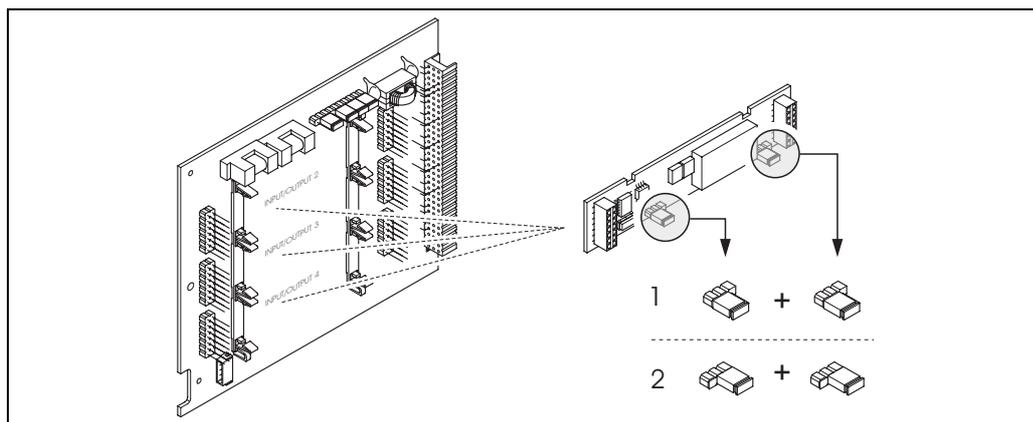
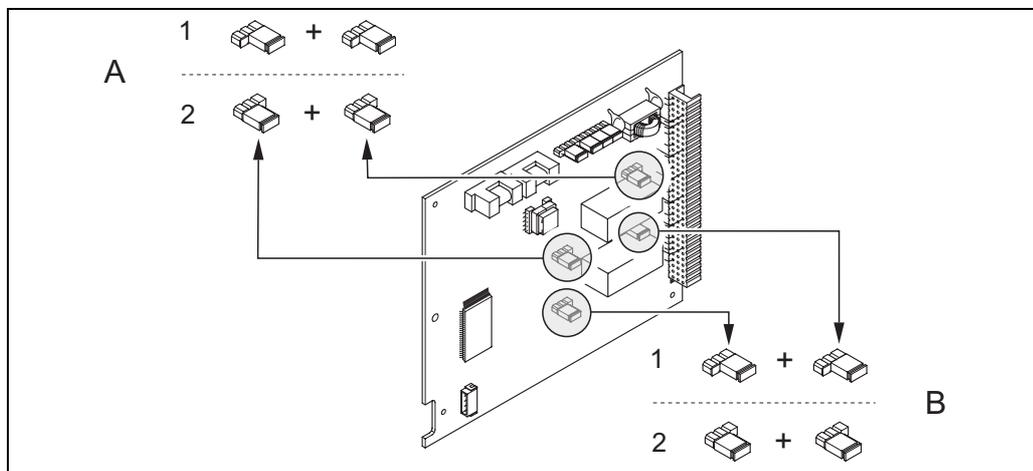

Рис. 36: Конфигурирование контактов реле (НЗ / НР) на гибком модуле ввода/вывода (submodule).
Рис. 37: Конфигурирование контактов реле (НЗ / НР) на гибком модуле ввода/вывода. A = реле 1; B = реле 2
3. Установите перемычки в соответствии с → Рис. 36 или → Рис. 37.